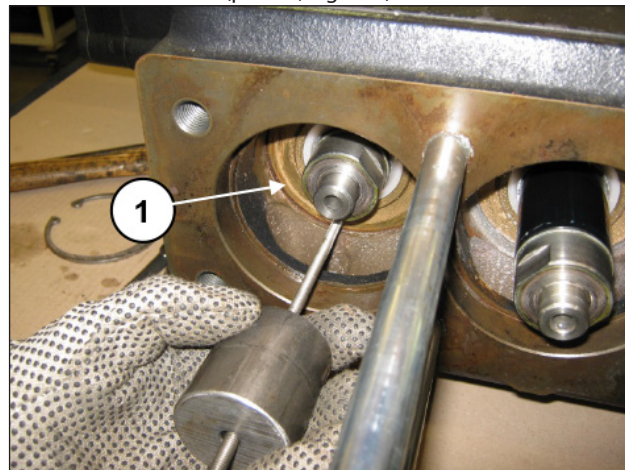

Fig. 111
Extraia o suporte do espaçador. Para facilitar a extração, é possível usar os furos dianteiros M5 para aplicar uma haste roscada com martelo (pos. ①, Fig. 111).